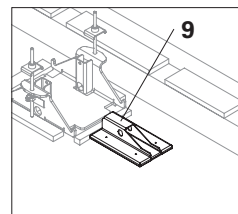

Fig. B1.08a
3. Allineare accuratamente agli elementi di battuta anche 4x piastra di appoggio VD (9) con il bordo alto verso la parte centrale testa per tavoli VD (3). (Fig. B1.08a)